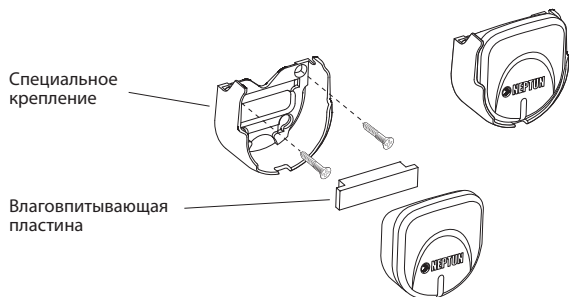

Рис. 10. Установка датчика с дополнительным креплением к стенам, потолку.
2. С помощью специального крепления*, в которое свободно входит датчик, его можно крепить на стенах, потолке и любой другой поверхности (рис. 10).